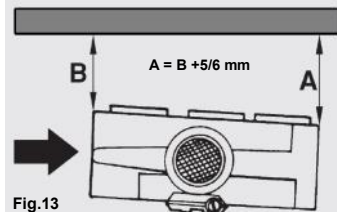

Fig.13
Per lavorazioni in cui l'avanzamento è usato in **“posizione verticale”** (Fig.13) la distanza (B) tra rullo di uscita e squadra deve risultare di 5-6 mm inferiore a quella del rullo di entrata (A).